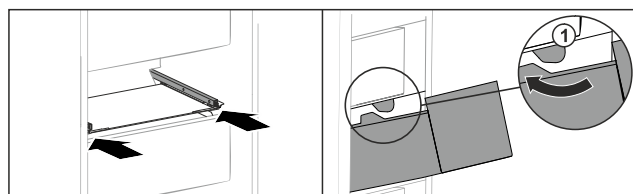

Fig. 218
- Far passare il cassetto intorno ai fermi Fig. 218 (1).